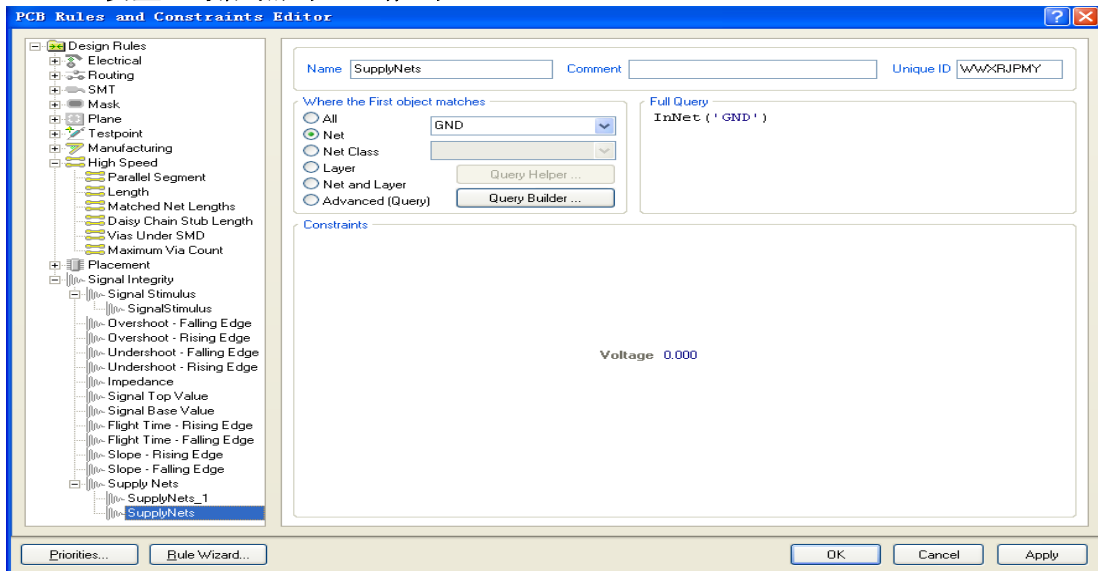

图 4 设置电源和地网络
- 接下来设置电源和地网络，右键点击 **Supply Net**，选择 **New Rule**，在新出现的 **Supplynets** 界面下，将 **GND** 网络的 **Voltage** 设置为 **0** 如图 4 所示，按相同方法再添加 **Rule**，将 **VCC** 网络的 **Voltage** 设置为 **5**。其余的参数按实际需要进行设置。最后点击 **OK** 推出。